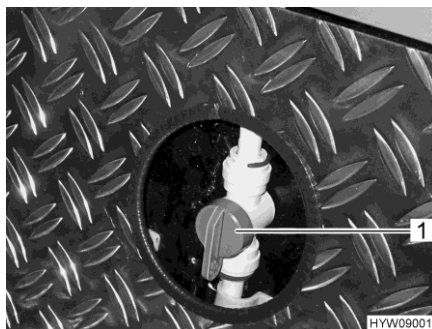

Bild 188 Tillöppsventil (uppvärmning av det bakre lastutrymmet)
- Ställ handtaget (Bild 188,1) på tillförselventilen för uppvärmning av bakre lastutrymme parallellt till värmeledningen. Värmen för bakre lastutrymme arbetar nu med maximal prestanda.
- Ställ handtaget (Bild 188,1) på tillförselventilen för uppvärmning av bakre lastutrymme i valfritt ställning. Varmvattenfördelningen för det bakre lastutrymmet kan på det här sättet regleras steglöst.
- Ställ in handtaget (Bild 188,1) på tillförselventilen för uppvärmning av bakre lastutrymme tvär till värmeledningen. Värmen för det bakre lastutrymmet är nu avstängd.